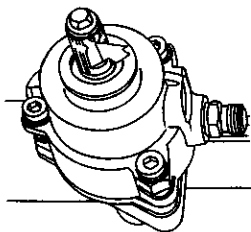

图 3-214 拆下转向齿轮轴的锁销
- 2) 把转向器固定在台虎钳上, 并拆下转向齿轮轴的锁销, 如图 3-214 所示。